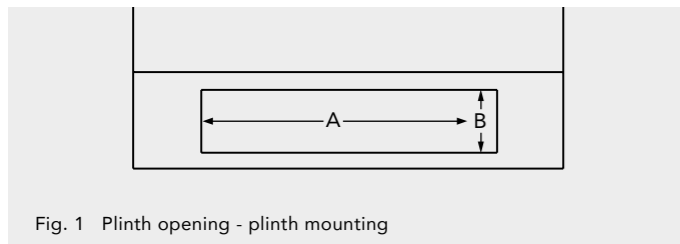

Fig. 1 Plinth opening - plinth mounting
- KICKSPACE® PHK & PHE plintmontage (zie afb. 1) -